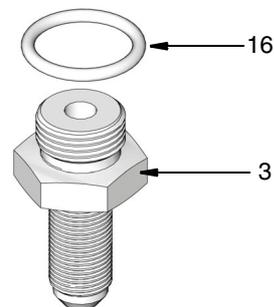

FIG. 3
3. Installare l'anello di tenuta (16) sul raccordo della paratia (3) come mostrato in FIG. 3.